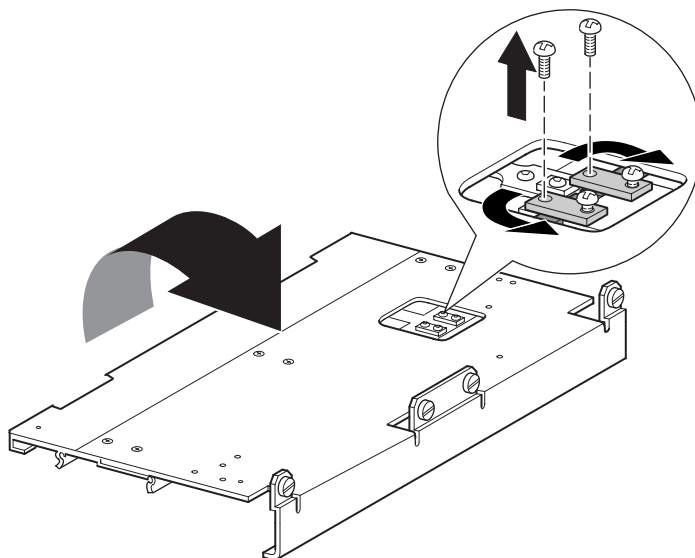

Figura 2-15: Ranura de acceso del soporte del bloqueo de la correa
5. Extraiga un tornillo de cada uno de los dos soportes del bloqueo de la correa. Afloje el otro tornillo y mueva cada soporte del bloqueo de la correa al lateral para obtener acceso a la correa de la unidad (consulte la Figura 2-15).